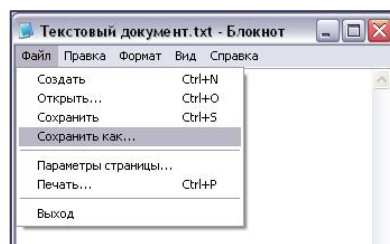

Рисунок 9.18 — Создание командного файла
- В меню *Файл* выберите пункт *Сохранить как* (см. рисунок 9.18).